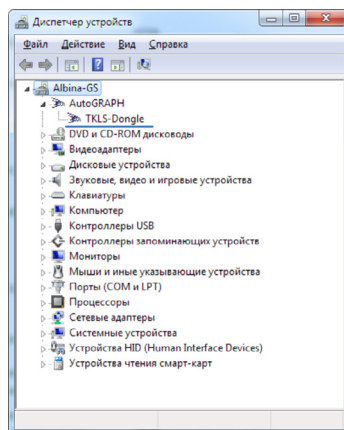

Рис.6. Подключенное устройство распознано.
9. Рекомендуется переподключить устройство и убедиться, что драйвера устройства корректно установлены – система должна автоматически распознать подключенное устройство (Рис.6).